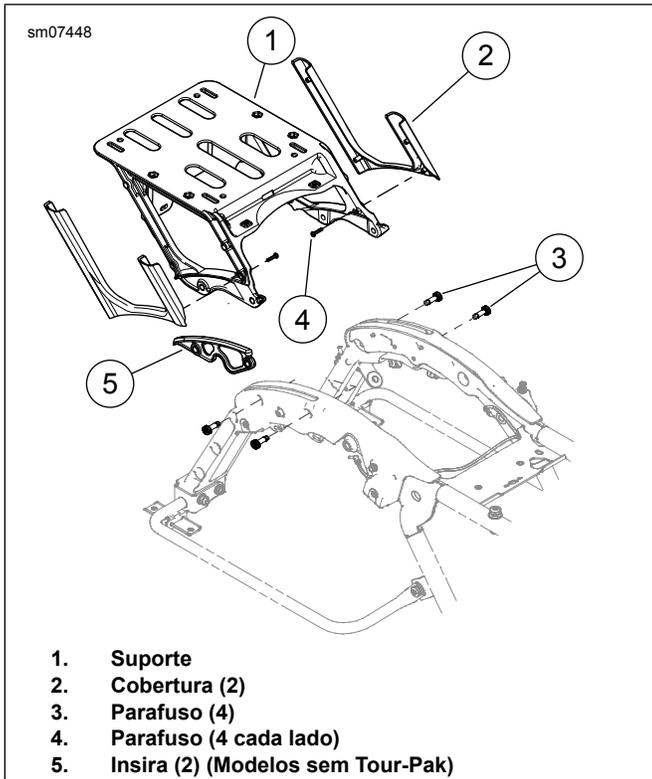

Figura 5. Suporte Tour-Pak
- a. Ver Figura 5 . Remova conectores do chicote das âncoras no suporte (1).
b. Retire os dois parafusos (3) de cada lado.